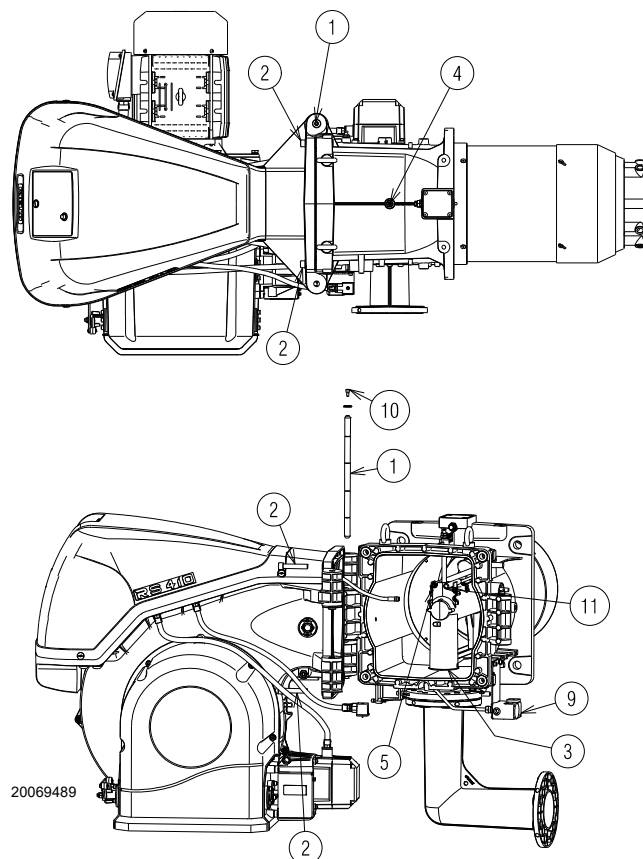

Abb. 17
Werkseitig wird der Brenner mit Linksöffnung eingestellt, der Stift 1)(Abb. 17) bleibt daher an seinem Platz.
- A** Trennen Sie den Stecker/die Steckdose 9)(Abb. 17) des Maximal-Gasdruckwächters;
- D** Öffnen Sie den Brenner komplett wie aus Abb. 17 ersichtlich;
Für die Rechtsöffnung des Brenners müssen Sie vor dem Entfernen des Stifts 1)(Abb. 17) prüfen, ob die 4 Schrauben 2) gut festgezogen sind. Schieben Sie dann den Stift 1) auf die gegenüberliegende Seite, nur so ist es möglich die Schrauben 2) zu entfernen. Trennen Sie den Anschluss 9 (Abb. 17) des Maximal-Gasdruckwächters und gehen Sie dann wie unter Punkt **C**) beschrieben vor.